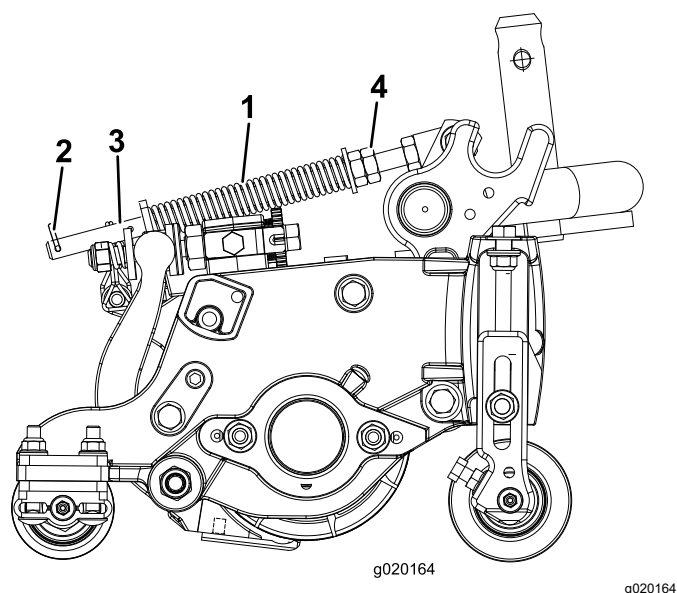

Рисунок 14
- Убедитесь в том, что шплинт вставлен в заднее отверстие штока пружины (Рисунок 14).
- Затяните шестигранные гайки в передней части штока пружины так, чтобы длина сжатой пружины (Рисунок 14) составляла 12,7 см на машине с 5-дюймовыми режущими блоками или 15,8 см на машине с 7-дюймовыми режущими блоками.
Пружина компенсации состояния грунта (Рисунок 14) переносит вес с переднего на задний каток. Это препятствует образованию на грунте волнообразных неровностей (так называемые «волны» или «трясучка»).